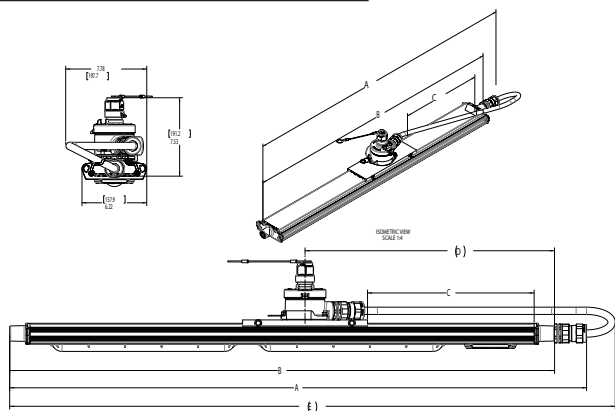

Figure 10
3. Poser le support de fixation coulissante avec la boîte de jonction sur la bride de montage du luminaire, comme illustrée à la figure 10. Régler la position de la fixation coulissante selon la distance C indiquée dans le tableau. Remarque : la distance C se rapporte à l'extrémité de la bride de montage du luminaire.
6. Installer un (1) corps fileté de presse-étoupe à la boîte de jonction et un (1) corps fileté de presse-étoupe au plot sur l'extrémité du circuit de commande du luminaire. Se reporter à la fiche CAP184288 pour des directives sur l'installation du raccord ADE 6F et sur la préparation du câble.
7. Placer le câble de manière similaire à celle illustrée à la figure 10.